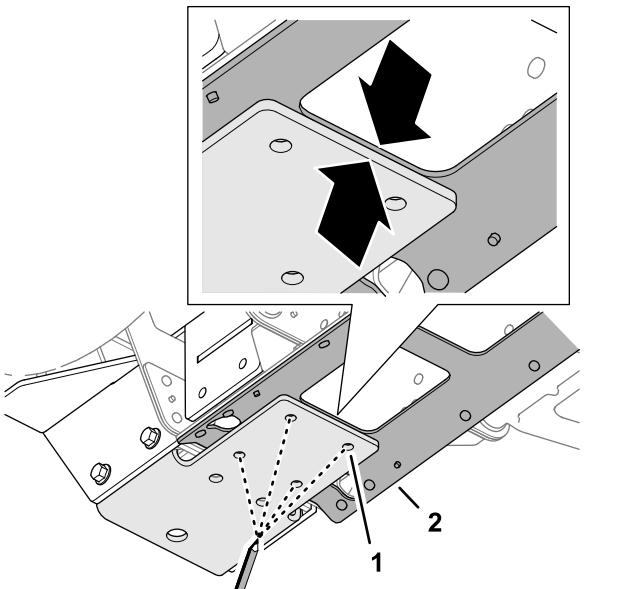

Рисунок 50
3. Совместите самую заднюю кромку нижнего кронштейна с кромкой отверстия доступа в средней пластине швейлера (Рисунок 50).
4. Разметьте расположение 4 отверстий нижнего кронштейна на средней пластине швейлера, как показано на Рисунок 50.